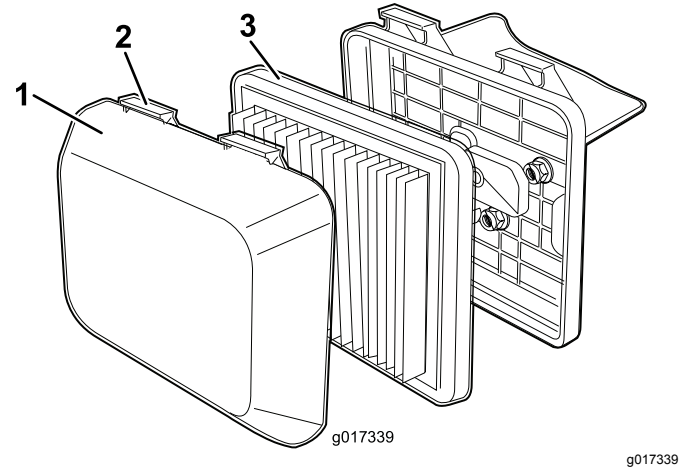

Figura 20
1. Presione hacia abajo los cierres de la parte superior de la tapa del limpiador de aire (Figura 20).
3. Retire el filtro (Figura 20).